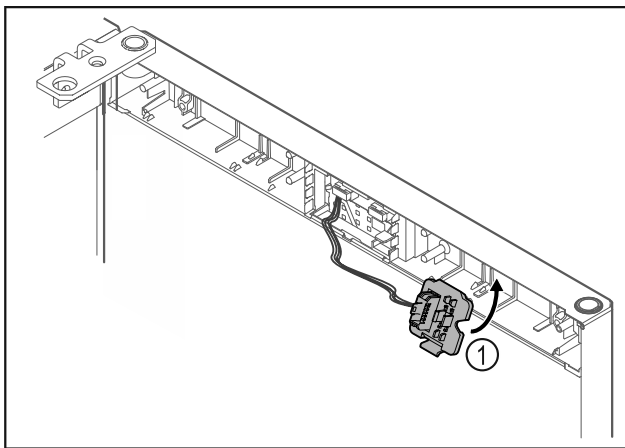

Fig. 17
- Steckerhalterung Fig. 17 (1) auf Gegenseite einrasten.